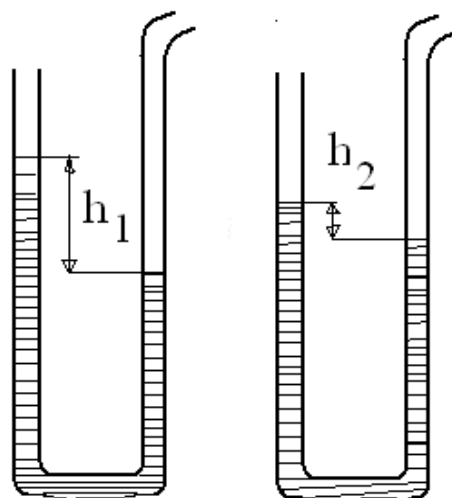

Рис.2
2. После этого закрывают кран F и выжидают некоторое время, в течение которого нагретый при сжатии воздух в сосуде примет комнатную температуру, и уровни жидкостей в манометре перестанут изменяться. Записывают показания h_1' , h_1'' в левом и правом коленах манометра, тогда $h_1 = h_1' - h_1''$ (см. рис. 2).